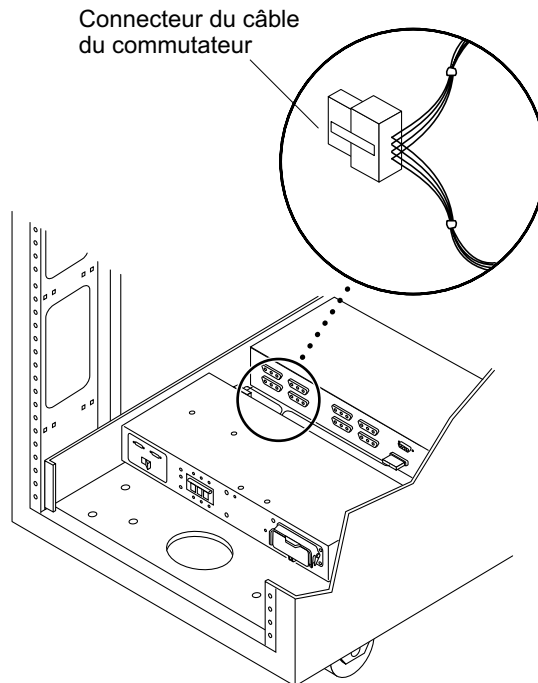

FIGURE 6-7 Connecteur du câble du commutateur
2. Déconnectez le connecteur du câble du commutateur du connecteur du câble de l'adaptateur, au dos des séquenceurs d'alimentation (FIGURE 6-7).
4. Connectez le connecteur du câble du commutateur au connecteur du câble de l'adaptateur, au dos du séquenceur d'alimentation (FIGURE 6-7).